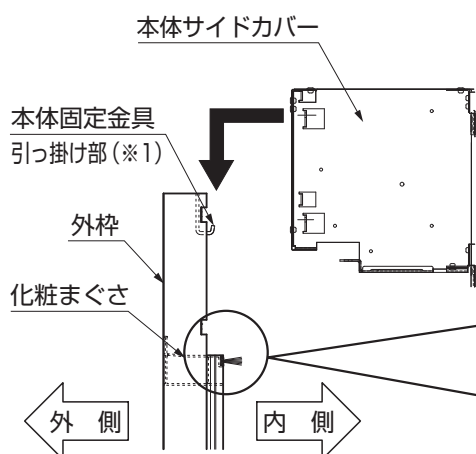

図5-1 シャッター本体の取付け
- ①シャッター本体をダンボールから取出したら、シャッター本体の裏面から出して、電源ケーブルとアース線を伸ばして端部をシャッター本体の上に仮に載せてください。
- ②本体サイドカバーを持ち、シャッター本体を化粧まぐさの上に載せてください。（図5-1 参照）
- 電源ケーブルとアース線を、シャッター本体と化粧まぐさの間にはさみ込まないように、上に出してください。（図5-1 参照）
- ⑤シャッター本体が本体固定金具に掛かっていることを再度確認して、シャッター本体を本体固定金具に【25-9】で取付けてください。